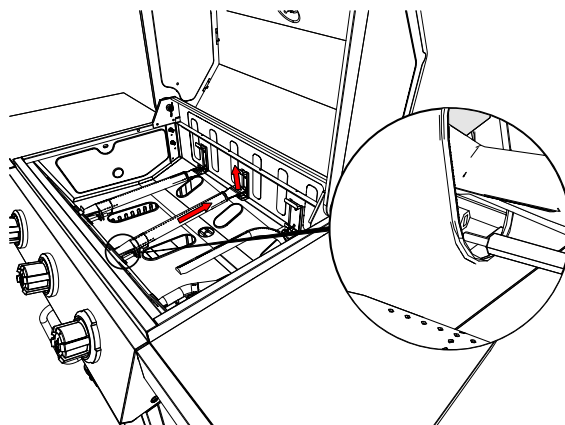

Figura 2
5. Separe el cable de encendido del electrodo en la Figura 2.